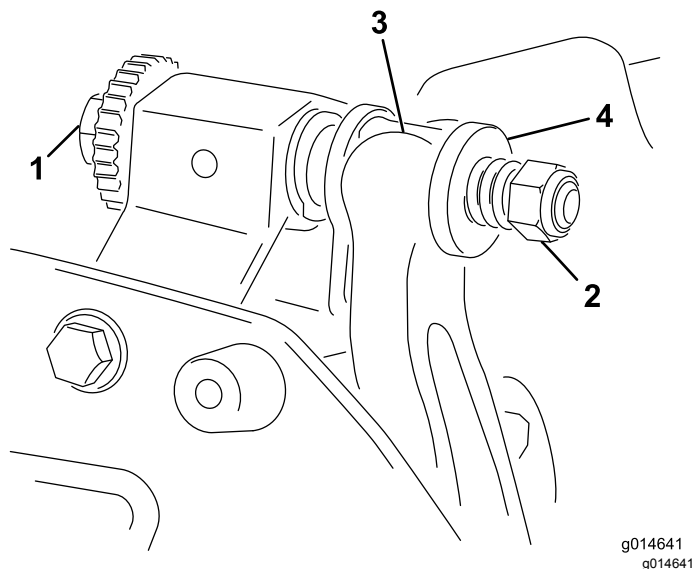

Рисунок 22
1. Поверните регулировочный винт планки неподвижного ножа против часовой стрелки, чтобы отвести неподвижный нож от барабана (Рисунок 22).
2. Отвинчивайте гайку натяжения пружины до тех пор, пока шайба больше не будет нажимать на планку неподвижного ножа (Рисунок 22).